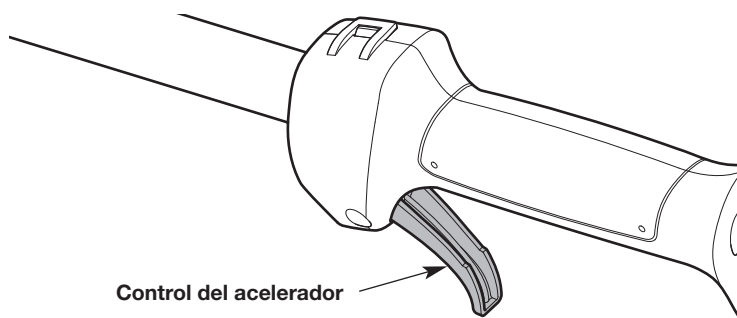

Fig. 9
4. Apriete y mantenga oprimido el control del acelerador (Fig. 9).